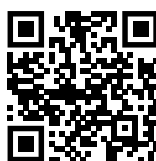

Fig. 154
- Otvorite Liebherr SmartMonitoring Dashboard. (pogledajte Fig. 154)